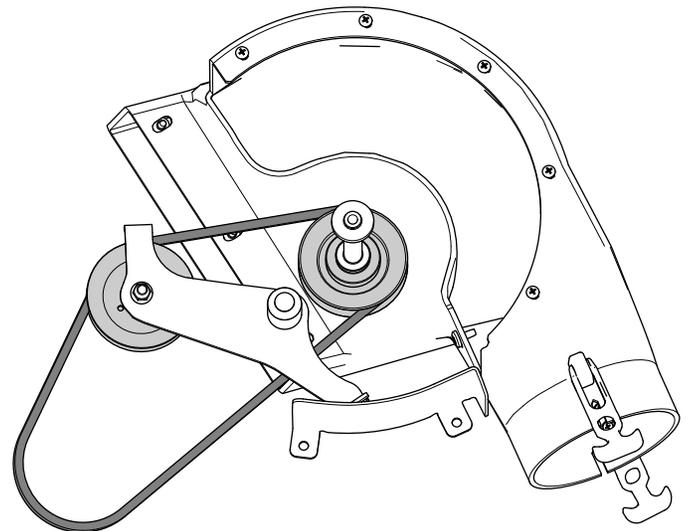

Figura 42
2. Instale la correa nueva alrededor de las poleas, dentro del soplador (Figura 42).